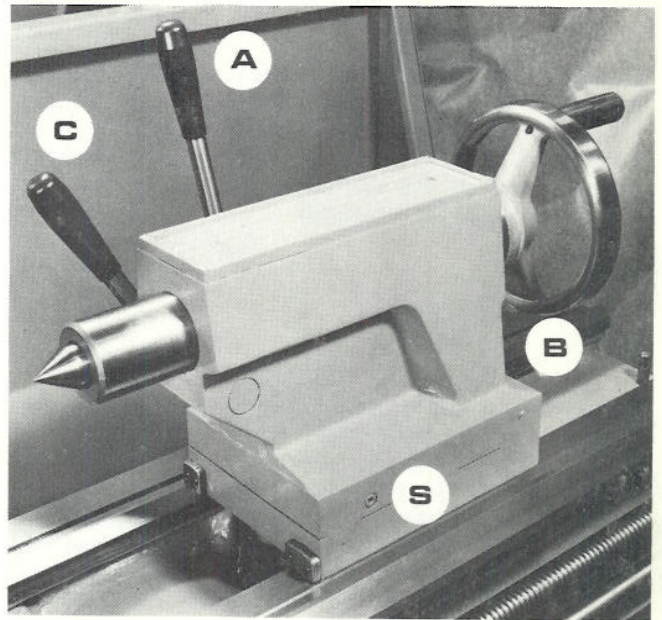
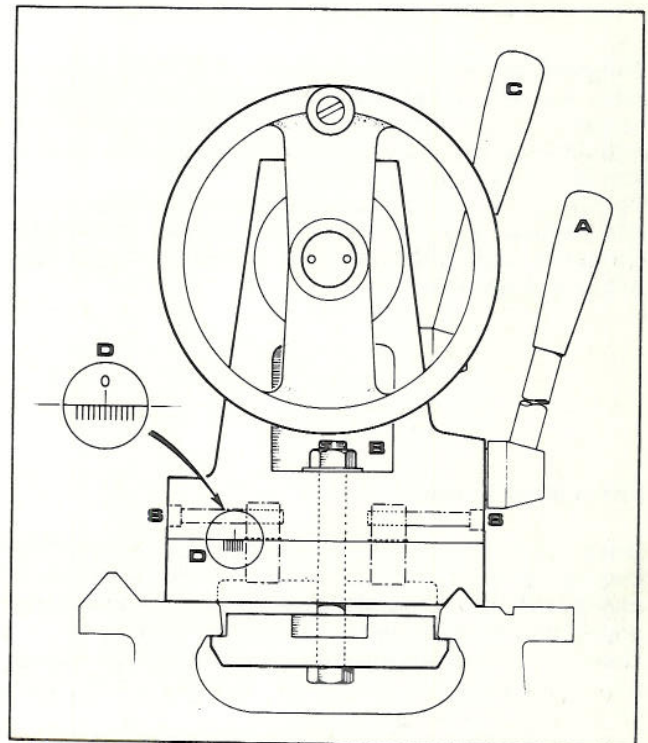

Fig. 15
Fig. 16
Le canon de la contre pointe est bloqué par le levier (C) voir Fig. 15.
La contre pointe peut être décalée pour usiner des cônes allongés ou aigus, ou pour corriger l'alignement. Desserrer le levier de blocage et régler les vis (A) des deux côtés de la base (Fig. 15) pour déplacer la contre pointe perpendiculairement au banc sur la base. Le décalage est indiqué par un repère (D) sur la face arrière de la contre pointe, comme indiqué à la figure 16. Après avoir réglé le décalage, ne pas oublier de bloquer le levier de blocage.
Das Reitstockoberteil ist durch den Hebel (C) verriegelt (siehe Abb. 15).
Der Reitstock kann für die Herstellung von schlanken Kegeln oder zur Justierung seitlich verschoben werden. Zu diesem Zweck wird der Klemmhebel entspannt und die Schrauben (A) auf beiden Seiten der Grundplatte (Abb. 15) gegeneinander verstellt, um den Reitstock quer hierzu zu bewegen. An der Handrad-Stirnseite befindet sich eine Bezugsmarke (D) (siehe Abb. 16). Nach dem Einstellen der seitlichen Verschiebung wird der Klemmhebel wieder angezogen.
The tailstock barrel is locked by lever (C), see Fig. 15.
The tailstock can be set-over for production of shallow tapers or for re-alignment. Release the clamping lever and adjust screws (S) at each side of the base (Fig. 15) to move tailstock laterally across the base. An indication of the set-over is given by the datum mark (D) at the tailstock end face, as shown in Fig. 16. Apply clamp lever after adjustment of set-over.